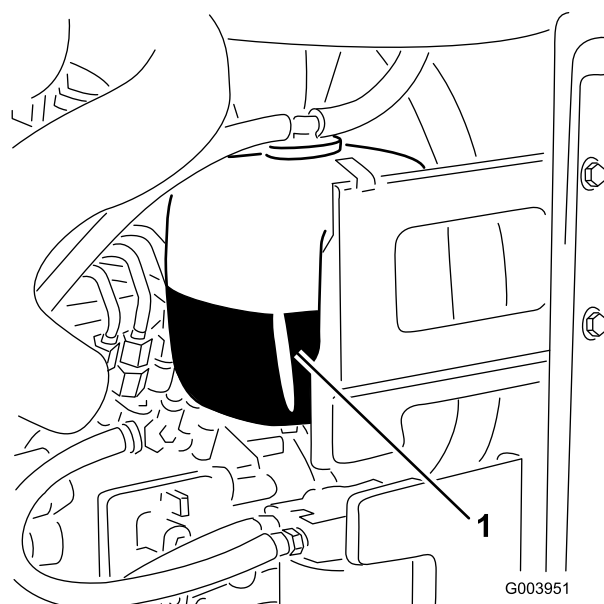

Figura 31
1. Controllate il livello di refrigerante nel serbatoio di espansione (Figura 31).